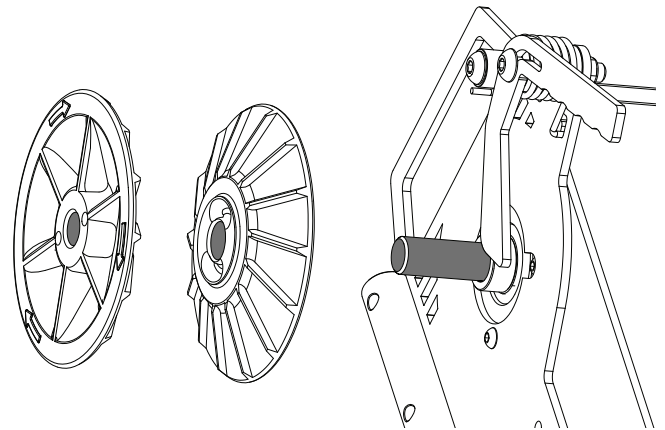

Figure 9
4. Dévisser la poulie à courroie en V en faisant tourner la moitié extérieure dans le sens des aiguilles d'une montre à l'aide d'une clé à ergots de 1,25" et des goujons de 7/32". Une fois la poulie à courroie en V desserrée, continuer à dévisser et à faire glisser les deux moitiés hors de l'arbre d'entraînement. (Fig. 9) La poulie à courroie en V possède un pas de vis à gauche.